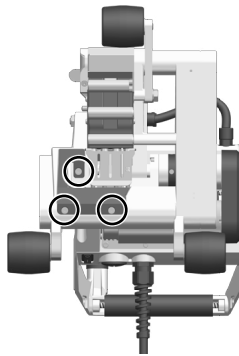

Abbildung 2
- Lösen Sie die drei Senkschrauben am Kabelschutz-Blech (Abbildung 2) und entfernen Sie das Kabelschutz-Blech.
- Befestigen Sie das Kabelschutz-Blech wieder mit den drei Senkschrauben (Abbildung 2). Achten Sie dabei darauf, dass die Kabel der Heizpatronen und der Temperatursonde nicht eingeklemmt werden.